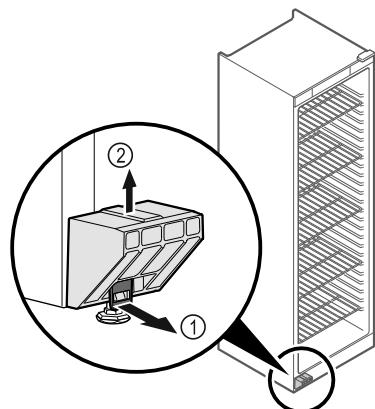

Fig. 6
- Povucite spojnicu Fig. 6 (1) prema naprijed.
- Povucite transportni osigurač Fig. 6 (2) prema gore.